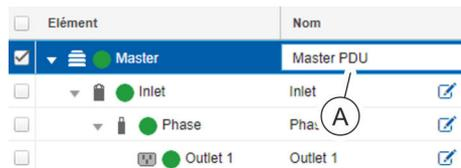

Fig. 98 : Désignation d'un élément
- ⇒ Un champ de saisie s'ouvre (Fig. 98 /Ⓐ).